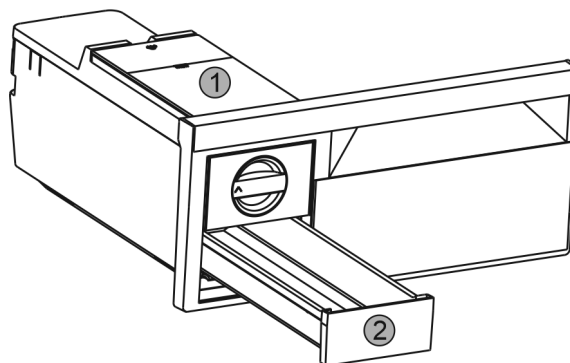

Fig. 36
- ▶ Rimuovere il serbatoio dell'acqua Fig. 36 (1) e il cassetto dei cubetti di ghiaccio Fig. 36 (2).